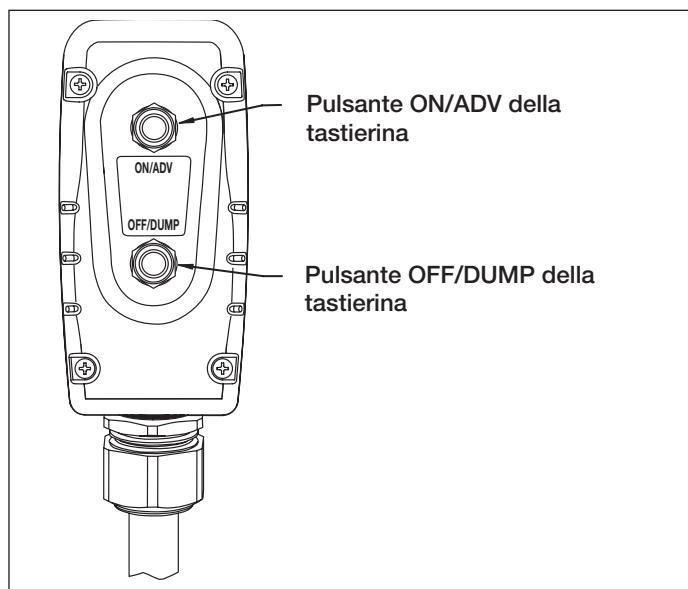

Figura 7, Pulsanti della tastierina
### 5.2 Funzionamento della tastierina (vedere figura 7)
5. Per avviare la pompa, premere il pulsante ON/ADV della tastierina. Vedere la figura 7. Il motore si avvierà automaticamente, e la chiave inizierà ad avanzare. La chiave torsiometrica continuerà ad avanzare fintanto che si mantiene il pulsante premuto.